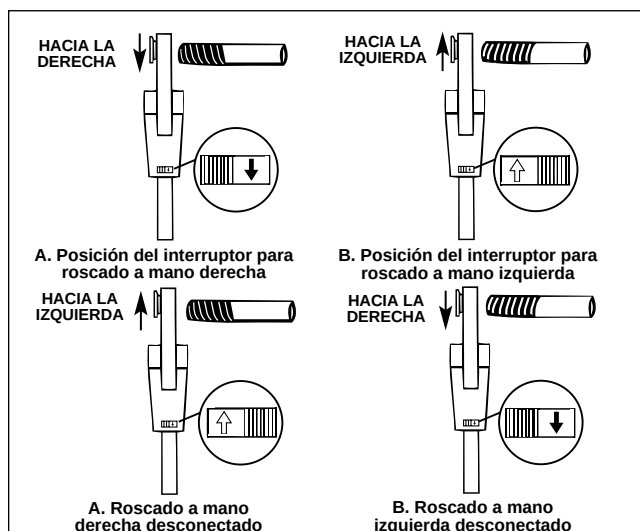

Figura 6 – Interruptor para el cambio de dirección del roscado o de orientación de las terrajas
5. Coloque el interruptor direccional en la posición deseada para rosar hacia la derecha o hacia la izquierda (Figura 6).